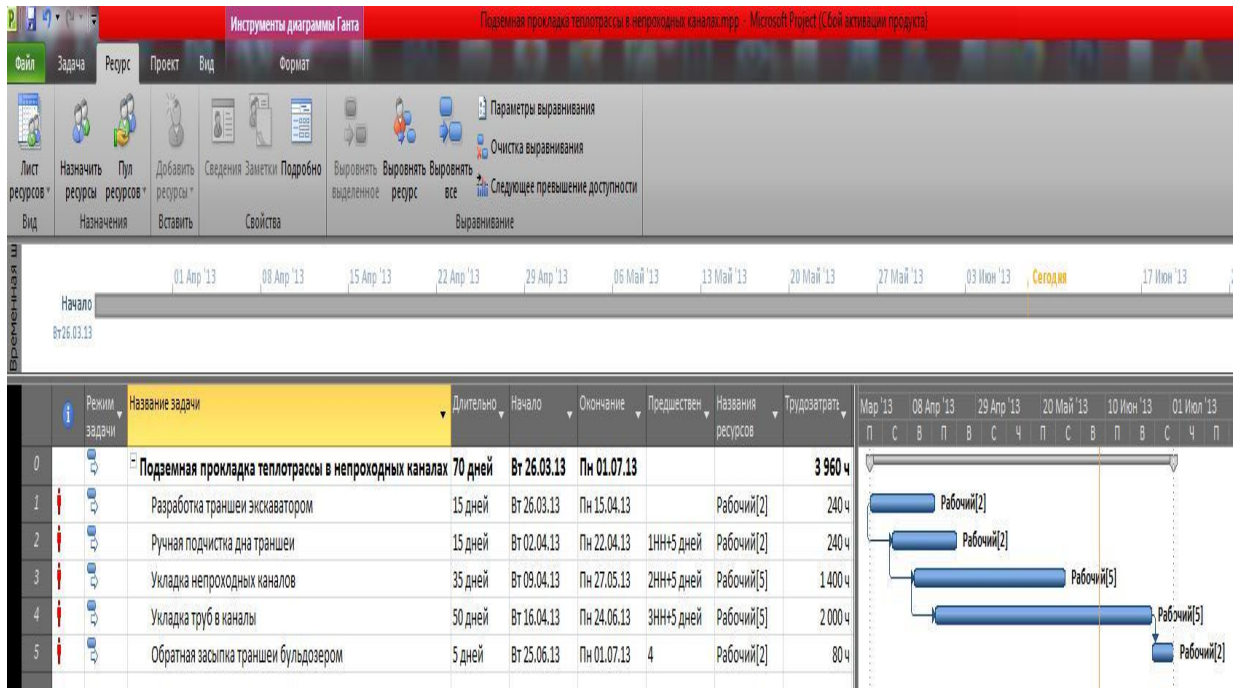
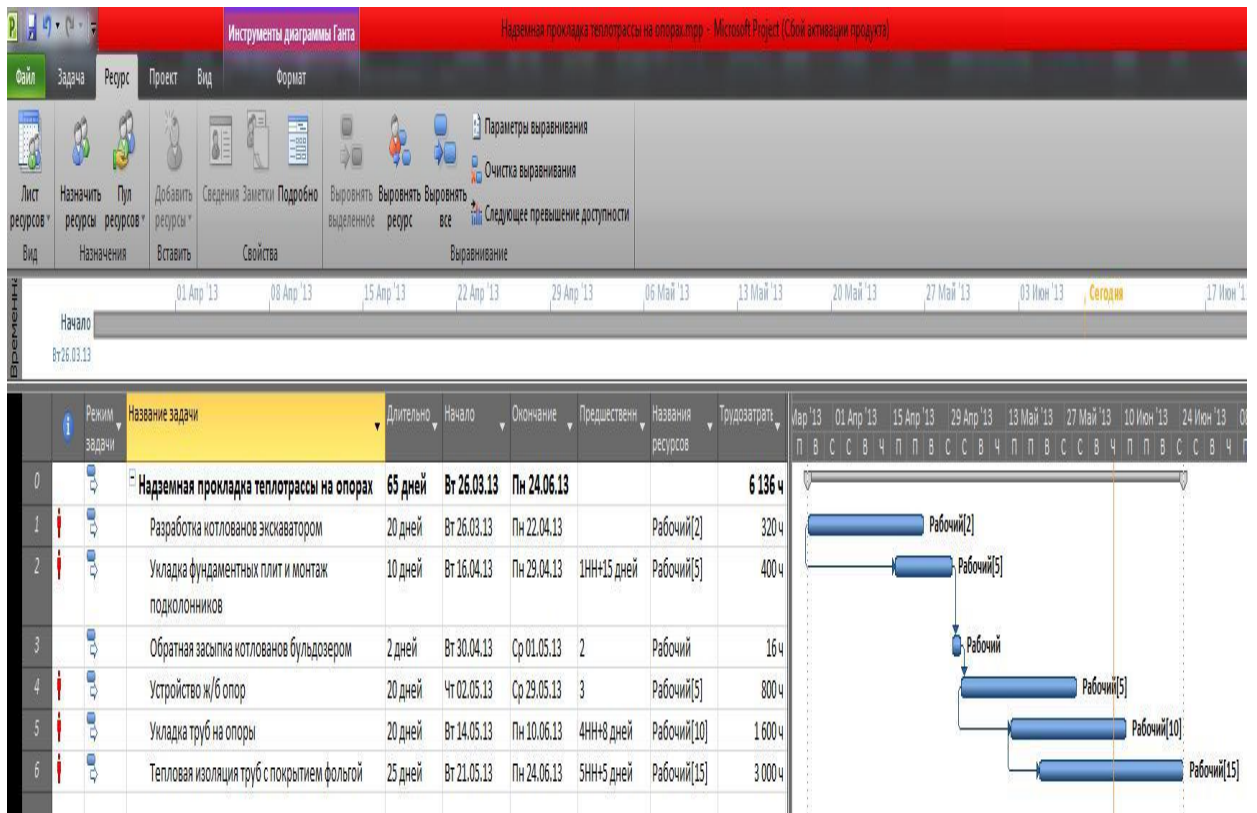

Рис. 25 Результат назначения ресурсов для всех задач проекта ППТ
Рис. 26 Результат назначения ресурсов для всех задач проекта НПТ
10) Подобным образом назначаются ресурсы и для остальных задач. Все необходимые значения приведены в табл. 5 для ППТ и в табл.6 для НПТ, а результат назначения ресурсов можно увидеть на рис. 25 и на рис. 26 соответственно.